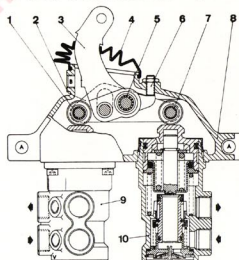

Fig. 11.4. - Válvula de accionamiento de frenos
11.5 VALVULA DE ACCIONAMIENTO (fig. 11.4)
Correcto montaje del tornillo tope de palanca (6 - fig. 11.4)